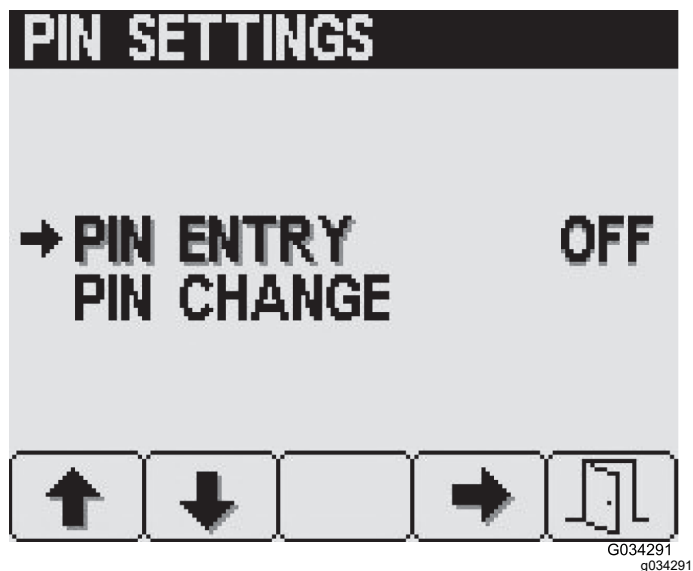

Figura 25
1. Apăsai butonul 1 sau 2 pentru a selecta opțiunea PIN ENTRY (introducere pin) (Figura 25).
2. Apăsai butonul 4 pentru a PORNI sau OPRI solicitarea PIN-ului (Figura 25).